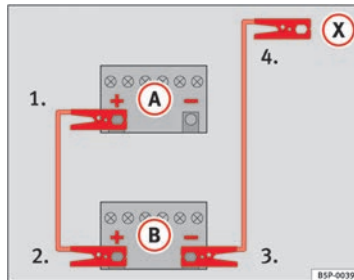

Abb. 169 Anschlussschema für Fahrzeuge ohne Start-Stopp-System.
- Klemmen Sie ein Ende des *roten* Starthilfekabels an den Pluspol \oplus des Fahrzeugs mit der entladenen Fahrzeugbatterie **(A)** an \Rightarrow Abb. 169.
- Klemmen Sie ein Ende des *schwarzen* Starthilfekabels an den Minuspol \ominus des stromgebenden Fahrzeugs **(B)** \Rightarrow Abb. 169.